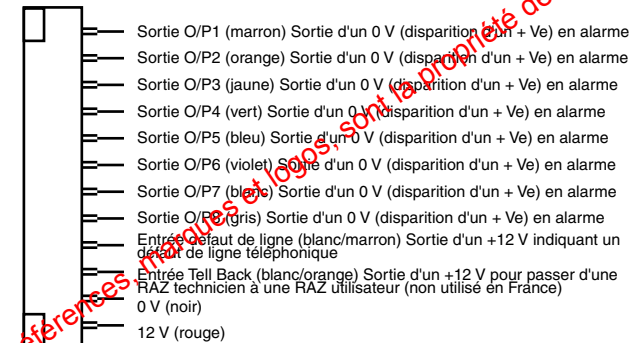

Figure 20. Câble "Transmissions"
4. Effectuer tous les raccordements nécessaires entre le transmetteur et le câble spécifique "Comms". La figure 20 ci-dessous illustre les différentes sorties disponibles aux extrémités de ce dernier.